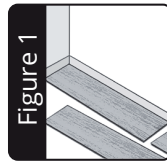

Figure 1
1. Legen Sie eine Reihe loser Paneele (Abbildung 1) auf, ohne diese miteinander zu verbinden, um zu überprüfen ob die Länge des ersten Panels angepasst werden muss, damit das Endstück nicht weniger als 20 cm beträgt oder messen Sie die Länge des Raums ab und dividieren Sie diese durch die Länge eines Panels.
1. Lay a row of loose planks (Figure 1) without securing them to each other first to determine if you need to adjust the length of the first plank to avoid a small piece of less than 20 cm at the end of the row, or measure the length of the room and divide by the length of one plank.